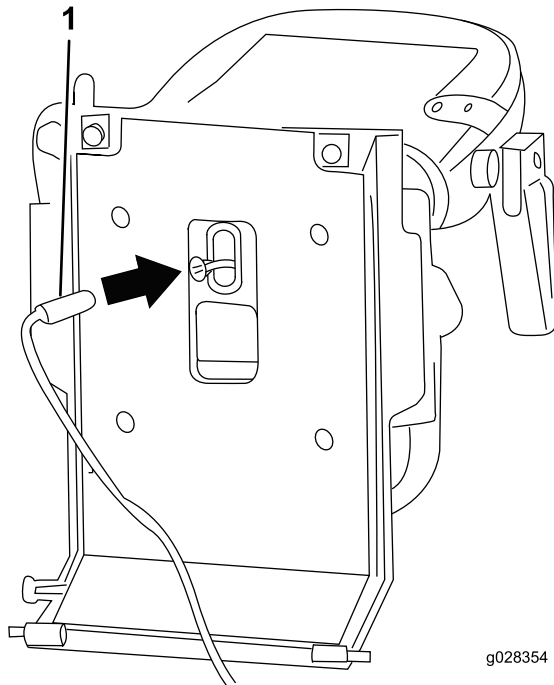

図 5
- 運転席の底部についているシートスイッチのワイヤハーネスを外す 図 5。